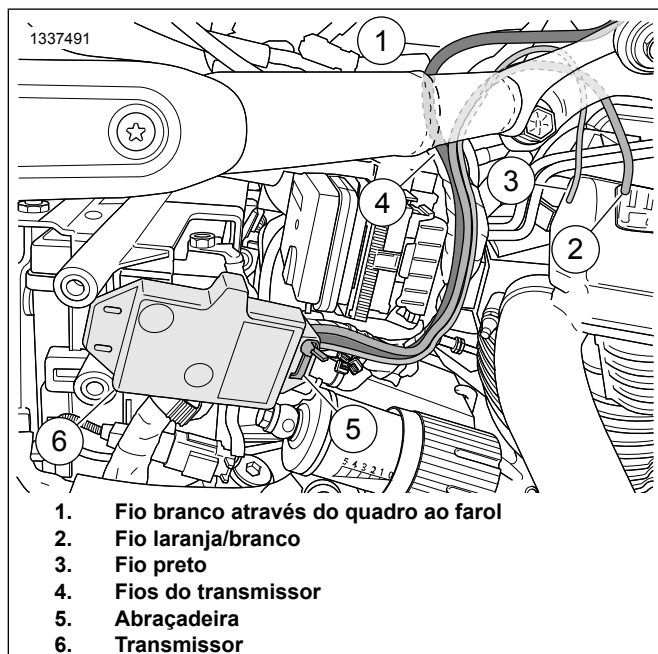

Figura 9. Montagem do transmissor e encaminhamento dos fios (Sportster 2018 e posteriores)
2. Ver a Figura 9. **No transmissor:** corte o fio laranja/branco (2) para ficar com o mesmo comprimento que o fio preto (3). Retire com um corte o fio laranja/branco do revestimento.
- a. Coloque o transmissor (6) à frente da cablagem da fiação principal, montando numa posição quase horizontal. Os fios que saem do compartimento devem estar no topo e encaminhados para dentro em direção aos componentes do veículo.
- b. Instale a abraçadeira (5) na ranhura dianteira do compartimento do transmissor.
- d. Aperte a abraçadeira (5).
4. Acondicione os fios do transmissor (4) atrás dos fios da cablagem principal. Siga os fios da cablagem principal em volta do módulo ABS/HCU e por baixo da frente do assento.